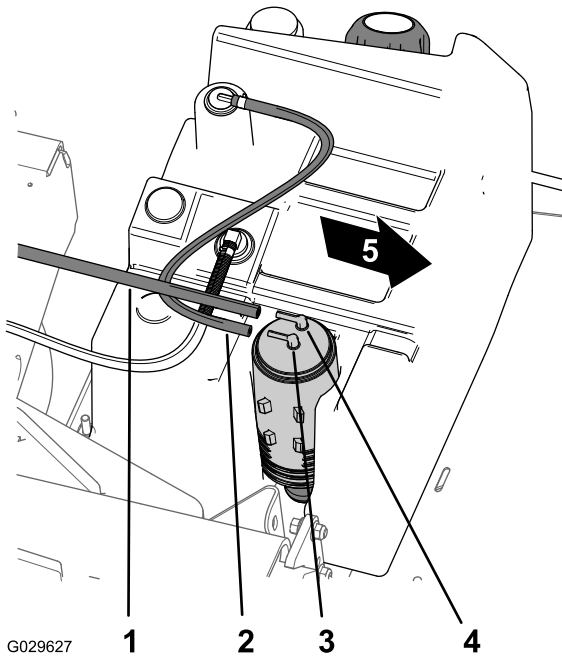

Figure 46
- Débranchez le flexible de dépression du raccord marqué « Purge » sur la cartouche de charbon actif (Figure 46).
- Débranchez le flexible du réservoir de carburant du raccord marqué « Fuel Tank » sur la cartouche de charbon actif (Figure 46).
8. Branchez le flexible de dépression au raccord marqué « Purge » de la cartouche de charbon et le flexible du réservoir de carburant au raccord marqué « Fuel Tank » (Figure 46).